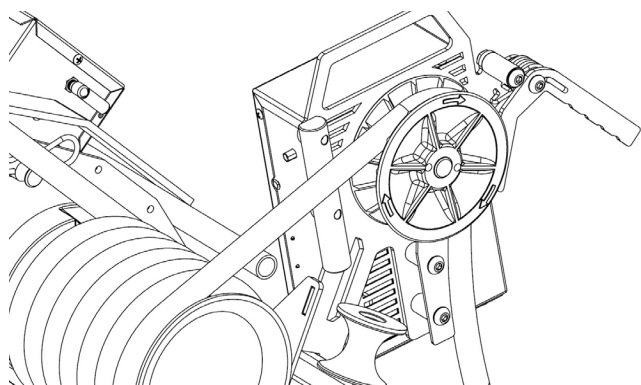

Figure 2
11. Soulever le levier de retenue de la corde et fixer la corde dans la poulie à courroie en V. (Fig. 2) Relâcher le levier de retenue de la corde pour que la corde pende vers le sol. Éviter de tirer la corde lorsqu'elle quitte le Pull Assist. Cette action augmente le risque que la corde se coince dans la poulie à courroie en V.